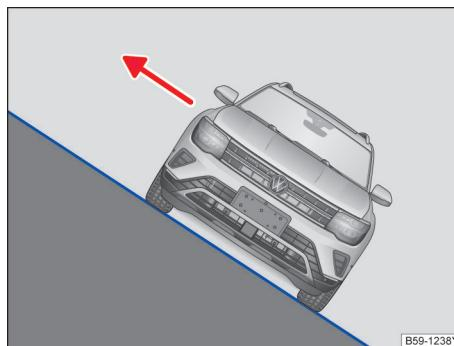

图 136 在倾斜状态下停车后，应从汽车朝向上坡的一侧下车
- 如果汽车以较大的侧倾度停在斜坡上，则乘员切勿通过朝向下坡的车门离开汽车。这可能导致整个重心侧移。汽车可能翻倒或翻车并从斜坡上向下滑。为避免这种情况，应始终只从朝向上坡的一侧小心地离开汽车→图 136。